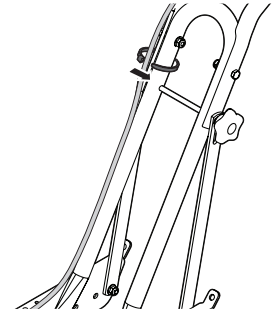

Figure 8
- Faites passer le fil du côté droit, par l'extérieur du support du guidon inférieur et du support du levier. Fixez le fil de l'interrupteur au guidon et au support avec un attache-câble au dessus du boulon du bouton. Voir la Figure 8.